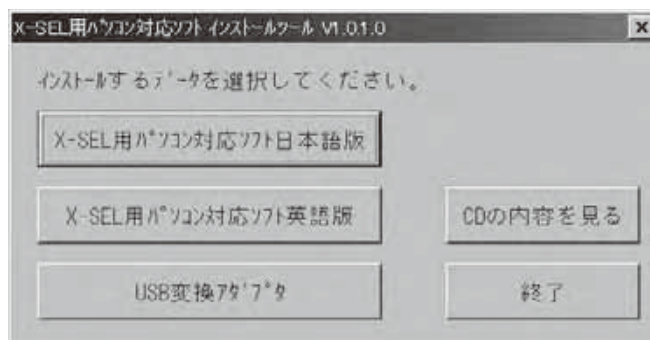

図 1.1 インストールするデータ選択画面
- ① CD-ROM ドライブに本ソフトの CD-ROM を挿入します。
- ② インストールするデータ選択画面（図 1.1）が表示されます。
※インストールするデータ選択画面（図 1.1）が表示されない場合の対応
CD-ROM を挿入しても、インストールするデータ選択画面（図 1.1）が表示されない場合は、下記の手順に従って、インストールするデータ選択画面を表示させてください。
- b. 表示された  を、ダブルクリックしますと、インストールするデータ選択画面（図 1.1）が表示されます。